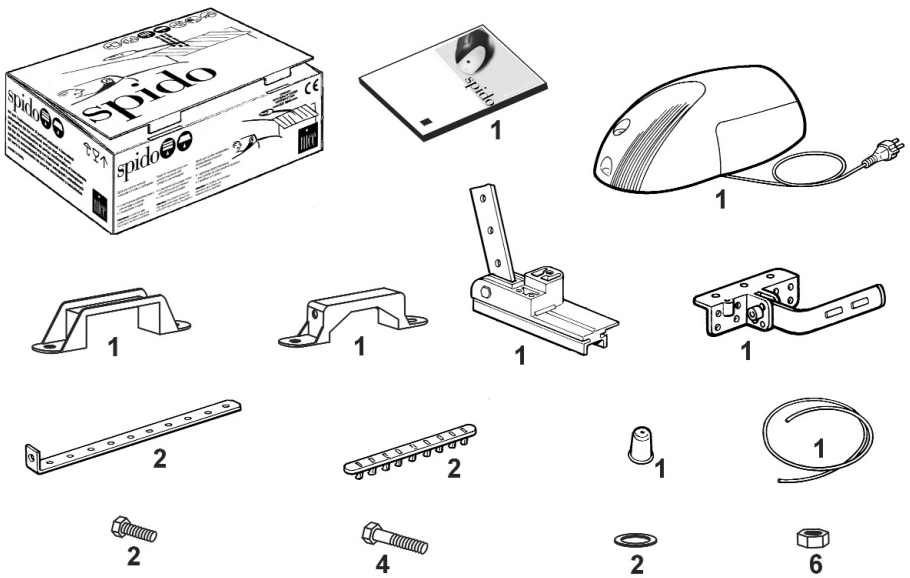

Рисунок 1
- упаковка не повреждена (рис.1).